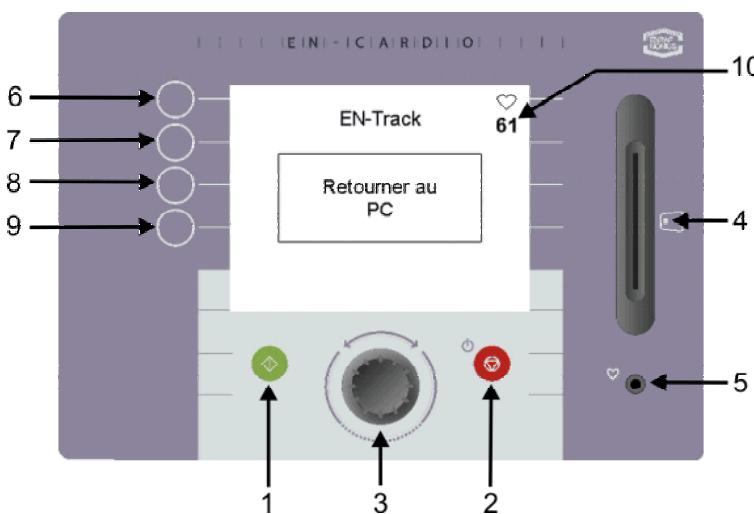

Fig. 19 Retourner au PC
5. Quand tous les exercices ont été réalisés, EN-Track vous suggère de retourner au PC (Fig. 19).